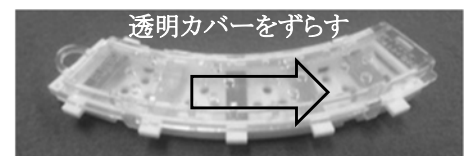

図3
- 図3のように透明カバーをずらすと、カバーを取り外すことができます。